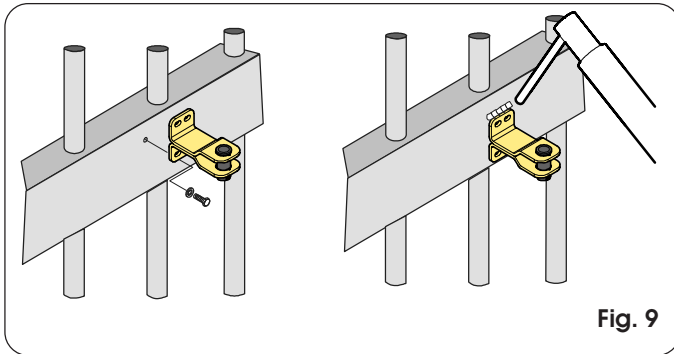

Fig. 9
- Sfilare l'attacco dall'operatore per fissarlo all'anta. L'attacco può essere direttamente saldato oppure avvitato utilizzando inserti filettati (Fig. 9),